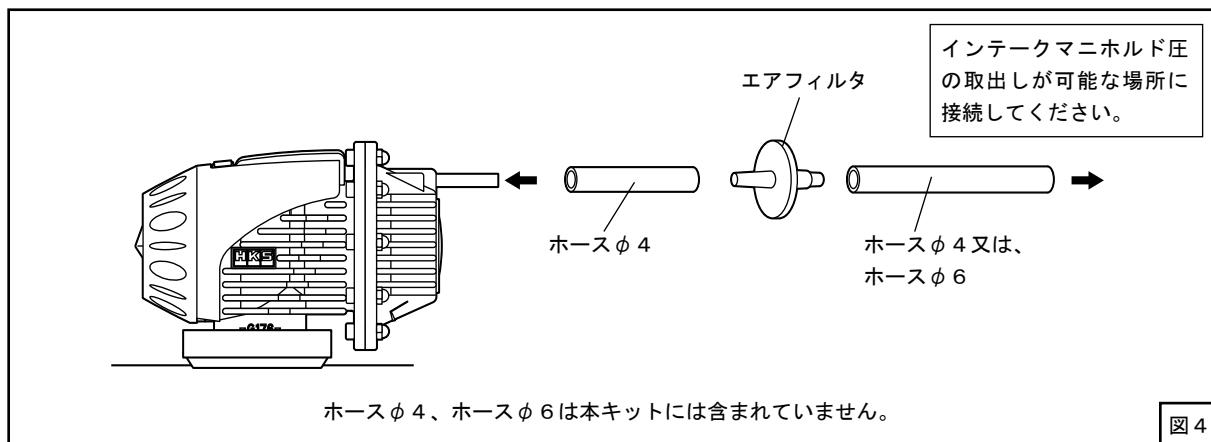
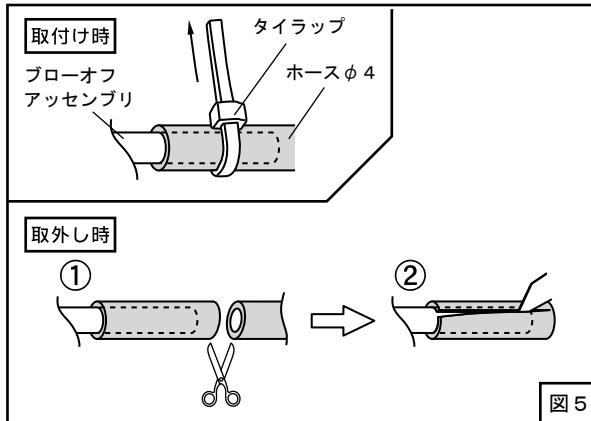

図4
図5
(1) キットパーツと別売りのホース等を使用して、ブローオフバルブ作動用の配管を行ってください。(図4)
(図4、図5)
(図5)